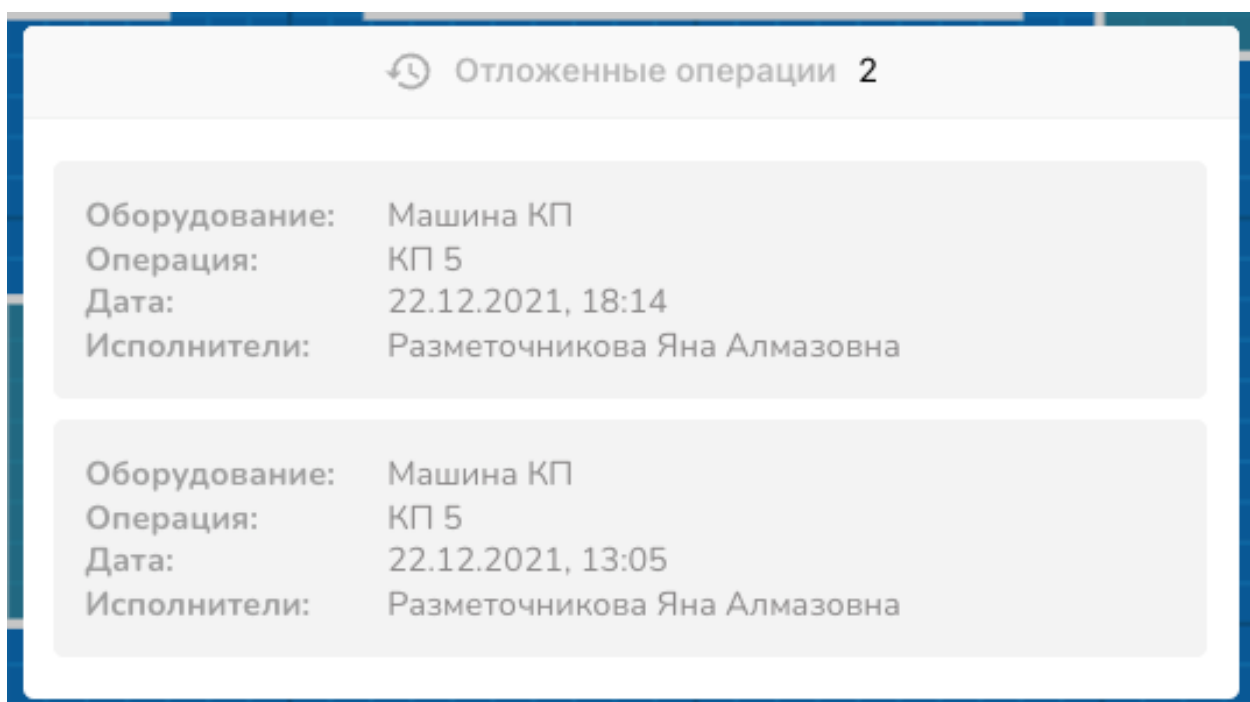

Рисунок 107 - Всплывающее окно «Отложенные операции»
– Отложенные операции (Рисунок 107) – информация об отложенных операциях. Операции могут быть отложены исполнителями (посредством нажатия кнопки «Отложить» или системно, если при завершении рабочего дня у исполнителя остались не начатые операции.